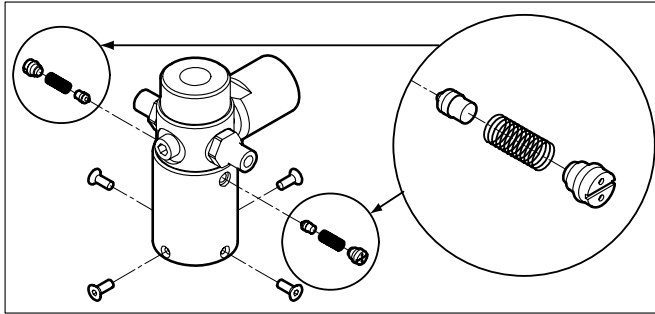

Figura 3. Limpieza de la válvula
2. Retire suavemente el módulo de resortes y o-rings. Tenga cuidado cuando retire la válvula de retención, ya que contiene varios componentes pequeños. Consulte la Figura 3.